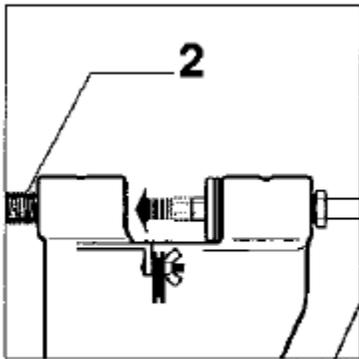

fig. 5
Para substituir uma flange de rebiteamento gasta ou danificada, desaperte a pega (2) (fig.5).